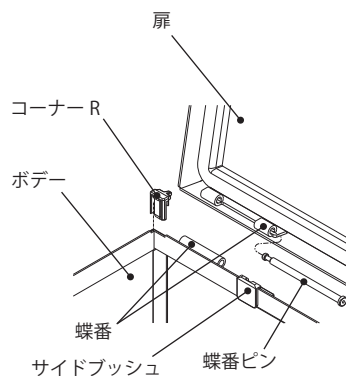

図 2
2. 蝶番ピンを抜いてください。(図 2)
1. 製品ヨコ寸法 600mm の製品には、サイドブッシュが付いています。扉を取外した際に、サイドブッシュを取外した場合は、扉を取付ける前にサイドブッシュを取付けてください。(図 2)
2. 扉とボデーの蝶番を合わせ、蝶番ピンを差込んでください。(図 2)